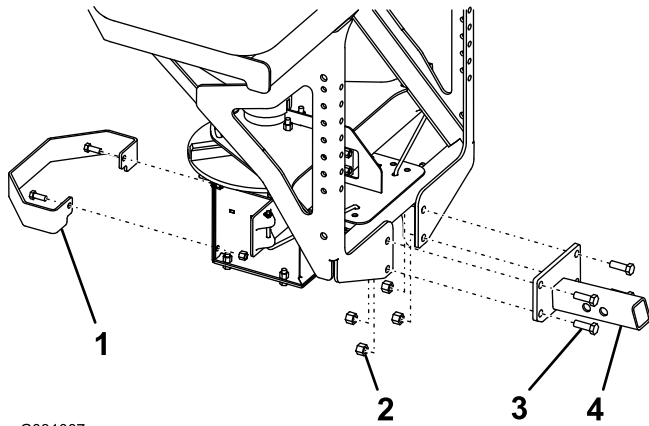

Figura4
1. Montați dispozitivul de atașare glisant pe dispozitivul de împrăștiere cu ajutorul a 4 șuruburi (1/2 inch) și contrapiulițe (1/2 inch) și strângeți șuruburile cu un cuplu de 76 N·m (Figura4).
2. Montați protecția dispozitivului rotativ pe dispozitivul de împrăștiere cu ajutorul celor 2 șuruburi existente (3/8 inch) și al contrapiulițelor (3/8 inch) și strângeți șuruburile cu un cuplu de 27 N·m (Figura4).